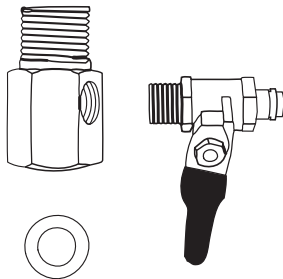

Рис. 7
2.1. Соберите узел подачи воды путем соединения крана подачи воды с тройником, как показано на рис. 7.